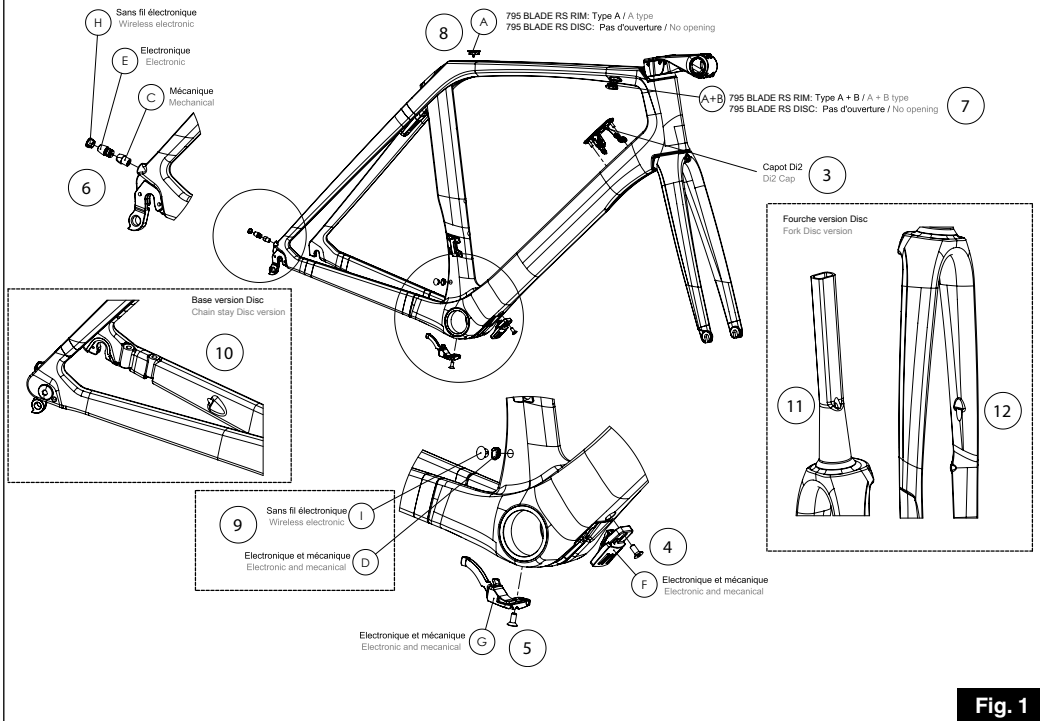

Fig. 1
2 / Prenez deux gaines de dérailleur de longueur 110cm, passer une gaine par l'entrée 2 (fig. 2) et l'autre par l'entrée 1 (fig. 2). Sortez vos gaines par l'ouverture 4 (fig. 1), placez sur l'extrémité de chaque gaine côté boîtier de pédalier un embout de gaine.
3 / Prenez deux gaines de dérailleur de longueur 110cm, passez la gaine de dérailleur avant par l'entrée 2 (Fig. 2) et la gaine de dérailleur arrière par l'entrée 1 (Fig. 2). Passez vos gaines dans la tôle support en fonction de votre configuration (Fig.3-4-5-6). Sortez vos gaines par l'ouverture 4 (Fig. 1). Enfilez les deux gaines en mousse (tube mousse long) sur chacune des gaines de dérailleur par la sortie 4, à environ 7cm de son extrémité basse et placez du ruban adhésif.
7 / Si vous routez votre vélo en version hydraulique alors passez la durite de frein avant dans l'ouverture 2 (Fig.2) puis par l'entrée 11 (Fig.1) enfin faites la sortir au niveau de la branche 12 (Fig.1), si l'étrier de frein est pré-routé avec sa durite alors passer par le trou au niveau de la branche 12 (Fig.1) et sortez par l'ouverture du pivot de fourche 11 (Fig.1) puis passez par l'entrée 2 (Fig.2). Important : Avant les étapes suivantes vous devrez monter le cintre ADH2 (préconisé) soit un cintre autre au diamètre de 31.8mm et la potence AERO DESIGN STEM (ADS). Référez-vous aux notices associées.
8 / Placez le câble de dérailleur arrière depuis la manette et sortez-le par la sortie 6 (fig. 1) enfilez sur le câble la butée (C) et le liner.
9 / Recoupez le liner de la sortie 9 (fig. 1) à environ 5cm.
10 / Placez le câble de dérailleur avant depuis la manette et sortez-le par la sortie 9 (fig. 1) puis installez le passe liner / fil sortie angle (D).
2 (Fig.2) puis par l'entrée 11 (Fig.1) enfin faites la sortir au niveau de la branche 12 (Fig.1), si l'étrier de frein est pré-routé avec sa durite alors passer par le trou au niveau de la branche 12 (Fig.1) et sortez par l'ouverture du pivot de fourche 11 (Fig.1) puis passez par l'entrée 2 (Fig.2).
8 / Placez le passe-fil électrique (E) dans l'entrée 6 (Fig.1).
9 / Placez le fil électrique de dérailleur avant et sortez-le par la sortie 9 (Fig.1) puis installez le passe liner / fil électrique sortie angle(D).